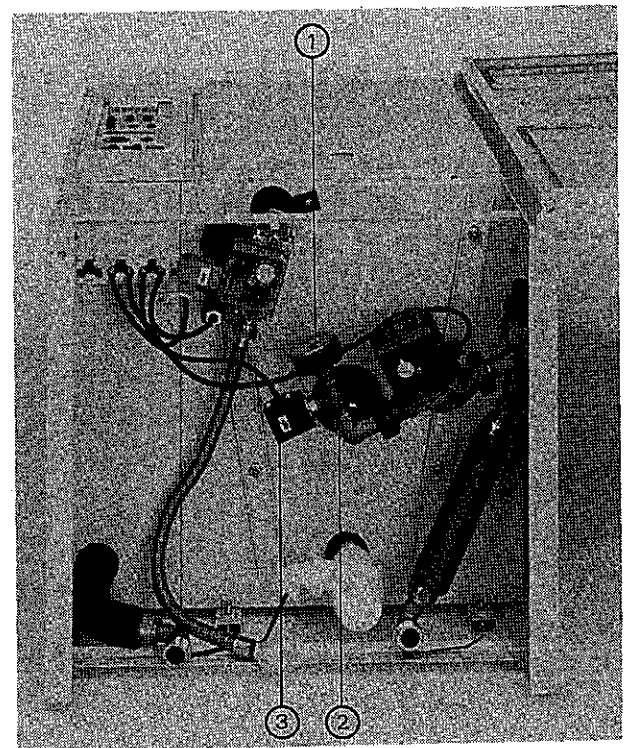

Abb. 5
1. Manometer mit Reduziernippel ① ausbauen.
2. T-Stück ② eindichten (Lage des T-Stücks beachten, siehe Abb. 5).
3. Manometer mit Reduziernippel ① eindichten, dabei das Manometer senkrecht ausrichten und die rote Markierung entsprechend der statischen Anlagenhöhe einstellen.
4. Wasserdruckwächter ③ am Abzweig des T-Stücks eindichten.